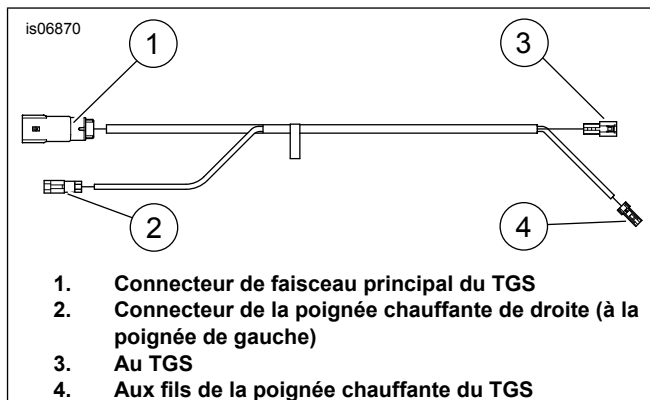

Figure 3. Faisceau de connexion volante TGS
4. Voir Figure 3 . Attacher le **NOUVEAU** faisceau de connexion volante au TGS.
- a. Brancher le connecteur (3) sur le faisceau du TGS.
- b. Brancher le connecteur (4) sur le connecteur de poignée chauffante.